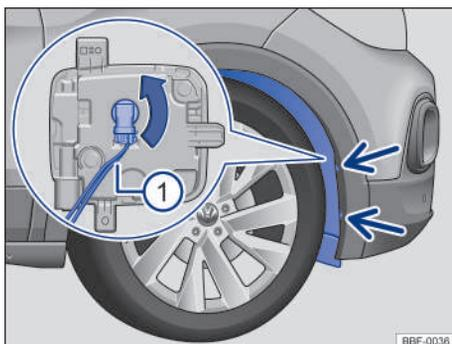

Fig. 202 En la caja de la rueda delantera: acceso a la bombilla del farol de neblina.
- 2 Retirar los tornillos de fijación del guarnecido del pasarruedas → fig. 202 (flechas) con la ayuda de un destornillador.
- 5 Desencajar el conector de alimentación de la lámpara → fig. 202 ①, presionar al mismo tiempo, la traba de fijación del conector.
- 6 Girar el portalámpara → fig. 202 (flecha), en sentido antihorario hasta el tope, y desencajarlo del alojamiento.
- 11 Encajar el conector de alimentación → fig. 202 ① en el portalámparas, el conector debe encajarse audiblemente.
- 13 Volver a colocar los tornillos de fijación → fig. 202 (flechas) y ajustarlos.